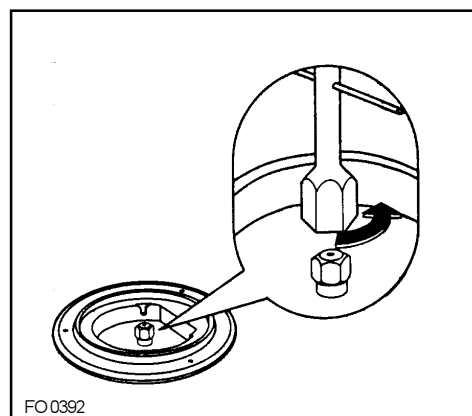

Fig. 2
- 3) Avec une clé de 7 dévissez les injecteurs (Fig. 2) et remplacez-les par ceux convenant au type de gaz utilisé (voir tableau).